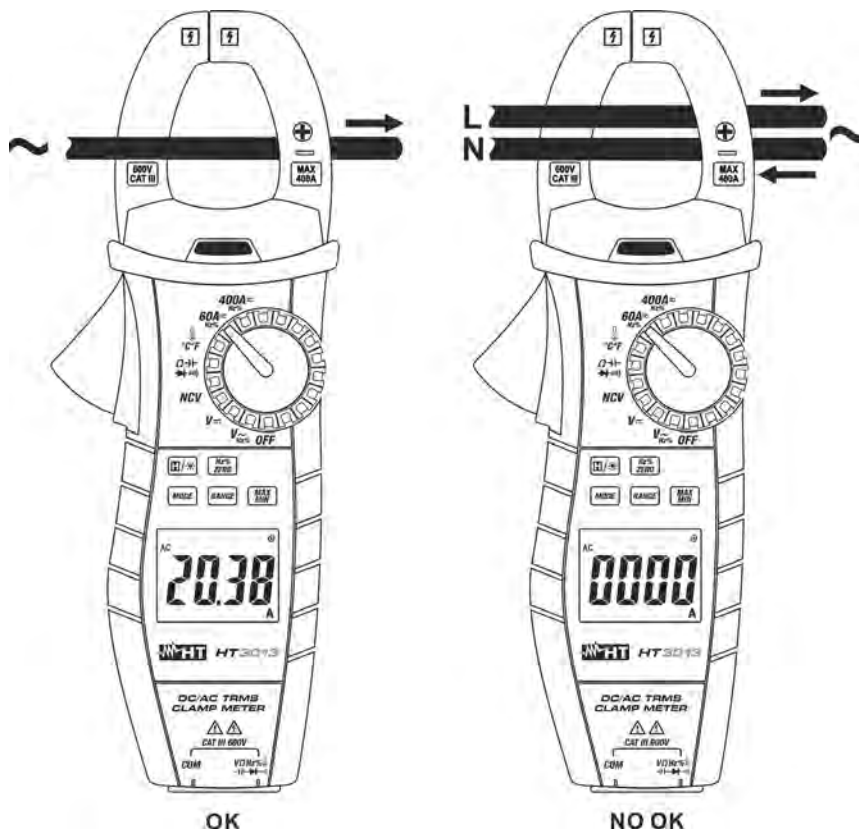

Fig. 11: Uso del instrumento para medidas de corriente CA y corriente CC
6. **En modo CC** la visualización del símbolo "-" indica que el instrumento se ha conectado en modo contrario al sentido de la corriente (ver Fig. 11). Seguir la indicación de la flecha direccional de las polaridades (ver Fig. 1 - parte 13)